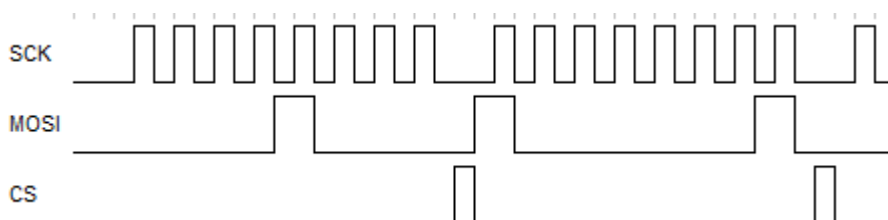

图 2 SPI 波形示例图
- 12、SPI 是串行外设接口（Serial Peripheral Interface）的缩写，以主从方式工作，由于其简单易用的特性，如今越来越多的芯片集成了这种通信协议。用某示波器测出的 SPI 波形图如图 2 所示，其表示 MOSI 发送的前 2 个数据分别是 0X81, 0x08